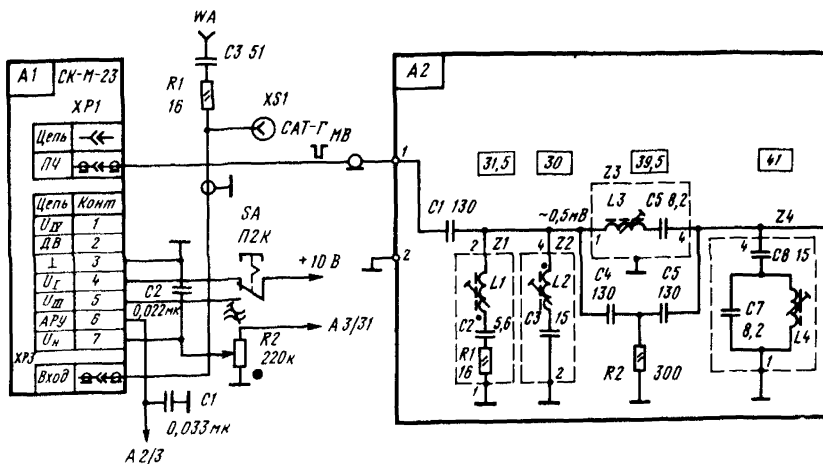
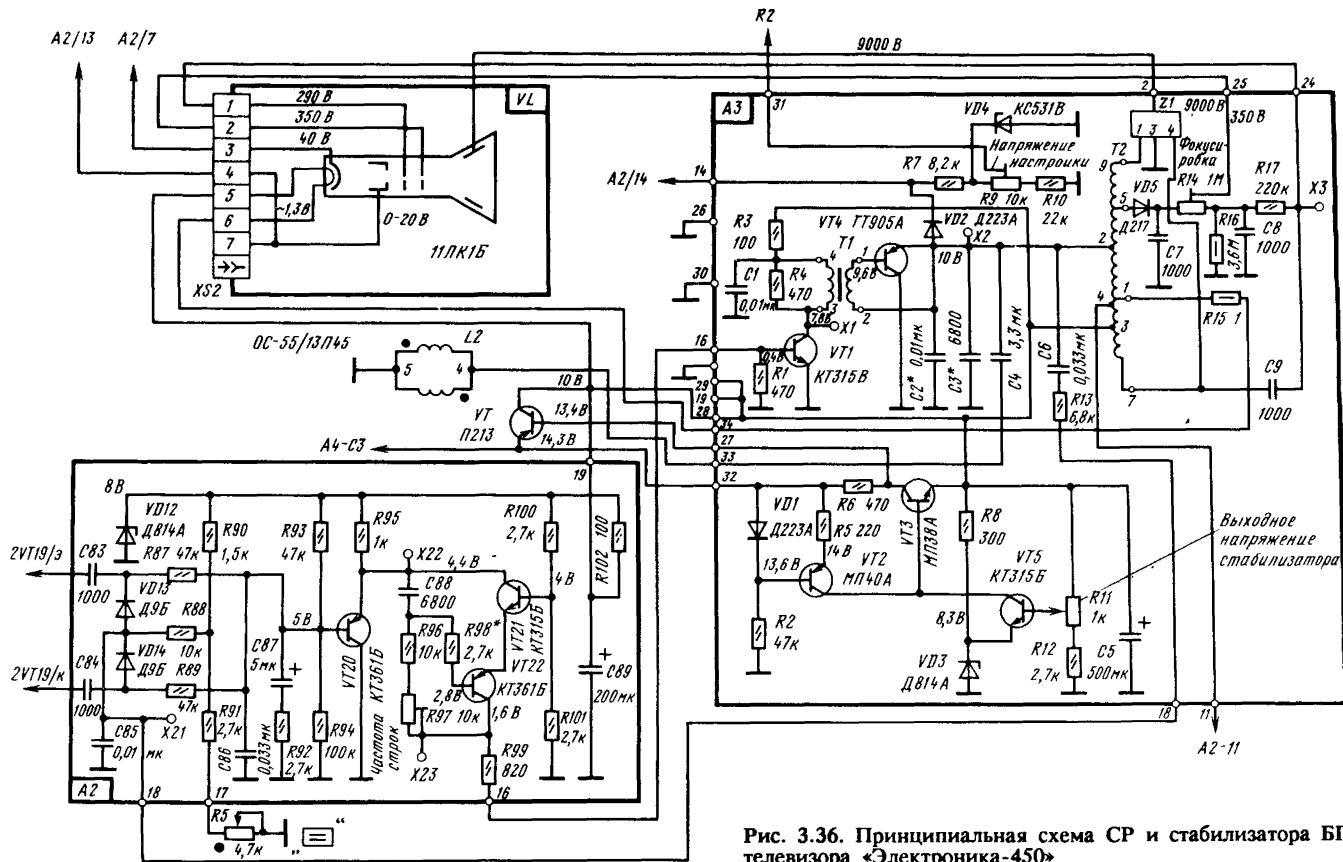

Рис. 3.30. Принципиальная схема подключения СК и УПЧИ в телевизоре «Электроника-450»
Рис. 3.36. Принципиальная схема СР и стабилизатора БП телевизора «Электроника-450»
Радиоканал. В качестве СК используется СК-М-23 (рис. 3.30), напряжение настройки на который подается по цепи 3VD4, 3R9, R2, C2, A1/7 (см. рис.3.36); коммутация диапазонов осуществляется подачей напряжения +10 В на A1/4 или A1/5 с помощью переключателя SA.
Блок строчной развертки. Для согласования выхода ФД АПЧФ (2VD13, 2VD14, 2C83, 2C84) со входом ЗГСР служит каскад на транзисторе 2VT20 (OK) (рис.3.36). Задающий генератор СР выполнен на транзисторах 2VT21, 2VT22 по схеме мультивибратора; частота строк устанавливается 2R97 (грубо) и R5 (плавно).